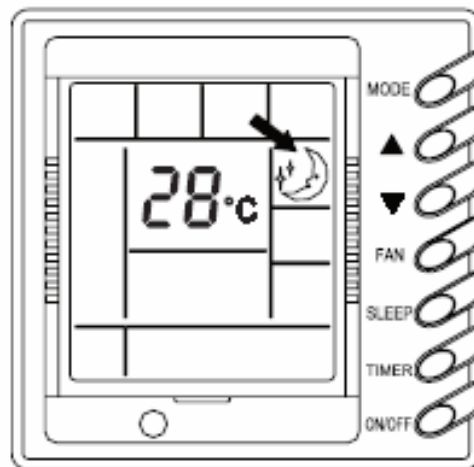

Figura 19
1.3 Regolazione del modo Sleep (Figura 19)